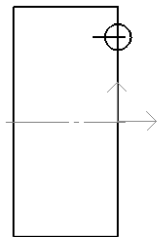

图 8-68 绘制 R5mm 端面槽圆弧轮廓
2) 绘制 R5mm 端面槽圆弧。在菜单栏中选择【绘图】→【圆】命令,或者单击【绘图工具】工具栏中的按钮,在弹出的立即菜单中选择【圆心-半径】、【半径】和【无中心线】选项,状态栏中提示圆心点应在绘图区,捕捉 $\phi 88\text{mm}$ 外圆右端面与辅助线的交点,单击【确定】按钮,输入半径“5”后单击【确定】按钮,即可绘制出 R5mm 圆弧,如图 8-68 所示。